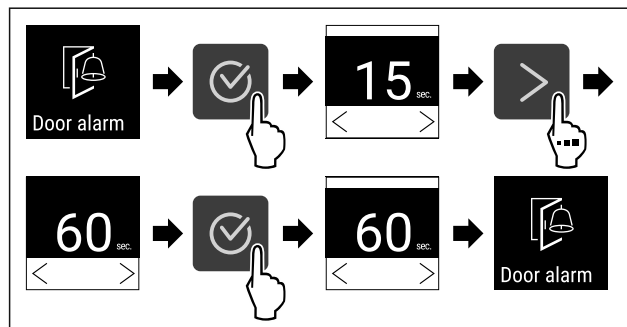

Fig. 104
- ▶ Provedte akční kroky (viz Fig. 104).